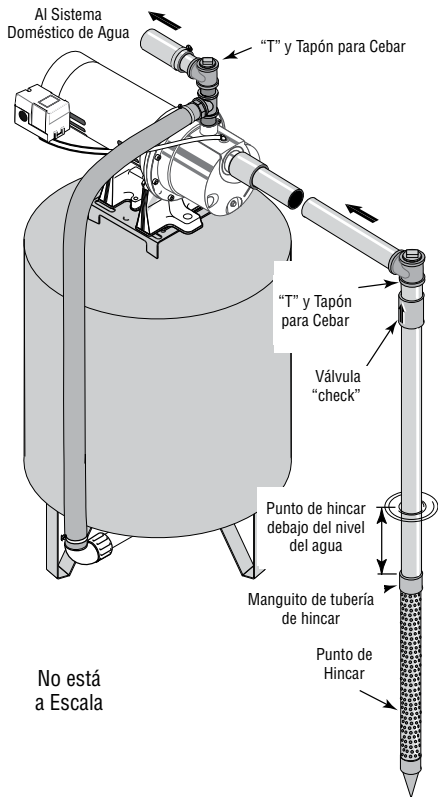

Figura 1 - Instalación del punto de hincar
Instalacion del punto del pozo (punto de hincar) (Figura 1)
3. Utilice el menor número de conexiones posible (especialmente codos) al conectar la tubería desde el punto del pozo al orificio de succión de la bomba. La tubería de succión debe ser por lo menos del mismo tamaño que el orificio de succión en la bomba (incluya una válvula "check" si su equipo no está equipado con una) - Vea la Figura 1. Soporte la tubería para que no haya inclinaciones verticales o hundimientos en ella a fin de que no se ejerza tensión sobre el cuerpo de la bomba y con el propósito de que no se incline ligeramente hacia arriba desde el pozo hacia la bomba (los puntos altos pueden ocasionar que se formen bolsas de aire que pueden bloquear la bomba). Selle las juntas de la tubería de succión con cinta sellante de PTFE para roscas de tubería o con un compuesto a base de PTFE especial para las juntas de las tuberías. Las juntas deben de ser a prueba de agua y estar herméticamente cerradas. Si la tubería de succión pudiera succionar aire, la bomba no podría sacar agua del pozo. Si un punto de pozo no proporciona suficiente agua, considere la posibilidad de conectar dos o tres puntos de pozo a una tubería de succión.